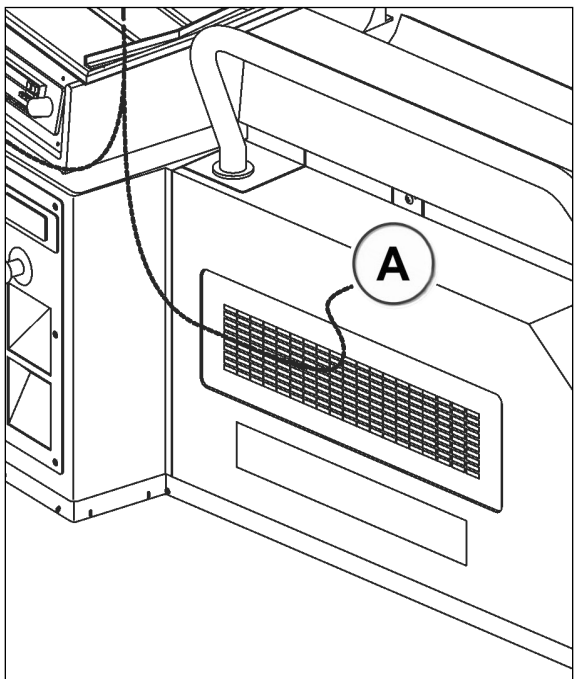

Figure 4 : Acheminement en « A »
4. Acheminer le harnais vers la gauche et en montant vers la console droite et le tableau de bord droit.(Fig 4)